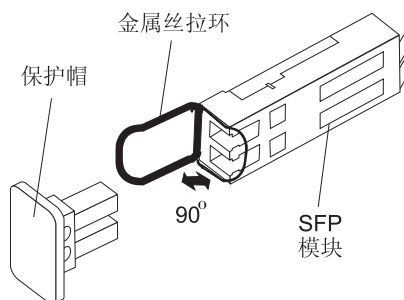

图 29. 松开塑料类 SFP 模块滑锁
- 对包含塑料卡片的 SFP 模块，如图 29 中所示，通过把塑料卡片向外拔出 10° 来松开 SFP 模块滑锁。